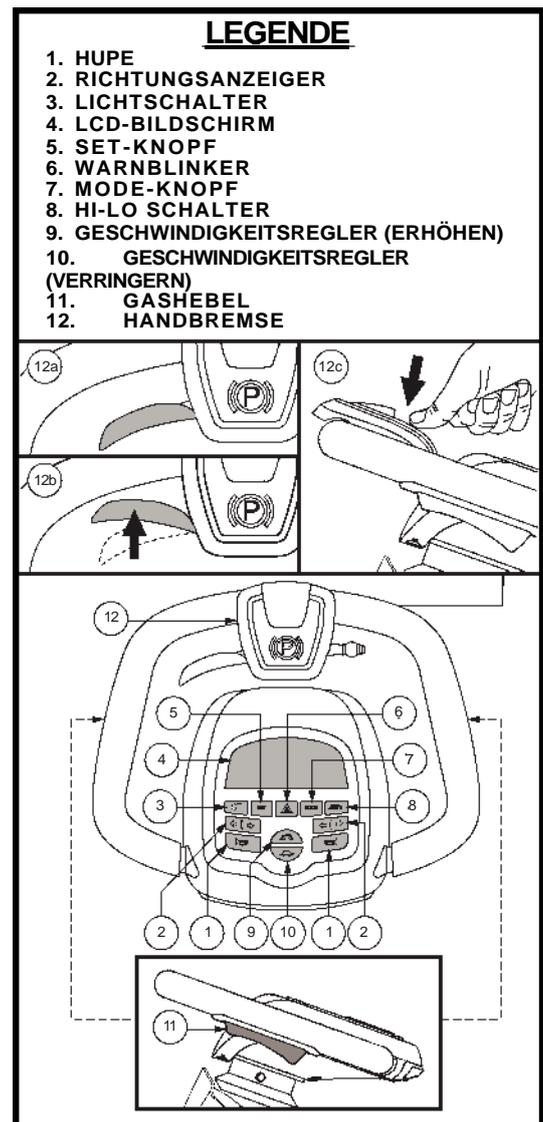

Abb. 1. LCD-Bedienfeld
Die Lenkerkonsole und der untere Lenker enthalten sämtliche Kontrollkomponenten, die Sie für die Nutzung Ihres SAFARIs benötigen, inklusive des LCD-Bedienfeldes, des Gaspedal-Hebels, des Schlüsselschalters und des Gaspedal-Schalters. Siehe Abb. 1.
**LCD-Bildschirm und Bedienfeld-Einstellungen** Das LCD-Bedienfeld bietet praktische und intuitiv verständliche Rückmeldungen auf dem LCD-Bildschirm. Siehe Abb. 1. Der LCD-Bildschirm wird auch während der Einrichtung (Aktivierung) der unterschiedlichen Bedienfeld-Einstellungen verwendet.
Mit Hilfe dieser Hebel können Sie die Geschwindigkeit Ihres Elektromobils im Vor- und Rückwärtsgang bis zur Maximalgeschwindigkeit kontrollieren, die Sie wiederum mit Hilfe der Knöpfe zur Geschwindigkeitsanpassung festgelegt haben. An der Unterseite des Lenkgriffs befindet sich links und rechts jeweils ein Hebel für das Gaspedal. Siehe Abb. 1.
Zum Anziehen der Parkbremse betätigen Sie den Handbremshebel und drücken dann auf die Oberseite des Handbremsmechanismus. Ein roter Balken weist darauf hin, dass die Parkbremse des SAFARI aktiviert wurde. Siehe Abb. 1. Wenn Sie die Fahrt fortsetzen wollen, tippen Sie zum Lösen der Parkbremse auf den Handbremshebel.